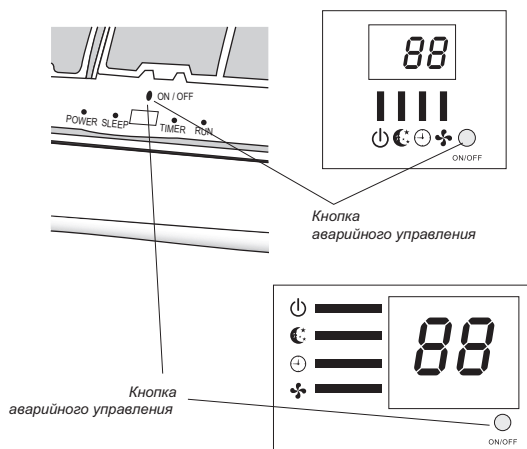

Рис. 5.4
В случае выхода из строя или утери дистанционного пульта управление возможно при помощи кнопки аварийного управления (рис. 5.4):
- 2) Удерживая кнопку аварийного управления, подключите кондиционер к электросети (рис. 5.4);